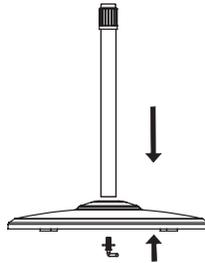

Fig.2
- 2 Inserte la columna en el chasis y apriete la tuerca de plástico. (Si no puede apretar, compruebe las tuercas de la parte inferior del chasis) (Fig.2)